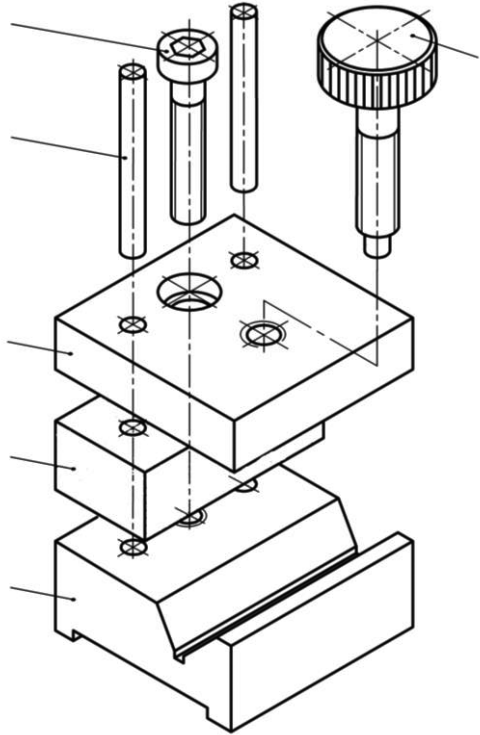

Abb. 2: Explosionszeichnung
- b) Tragen Sie in Abb. 2 die Positionsnummern ein.
Explosionszeichnung (Abb. 2):